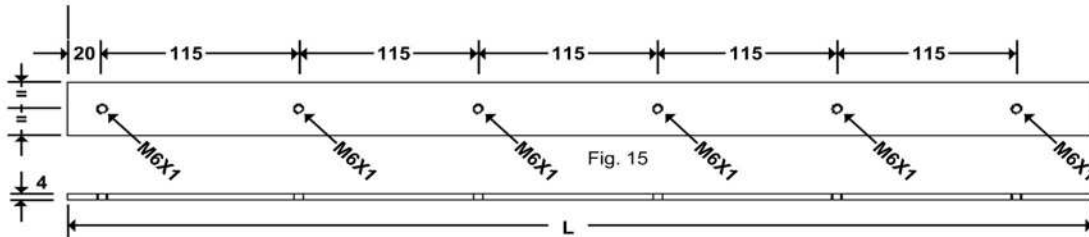

Fig. 15
- Predisponga un plato de acero de espesor mínimo 4 mm, longitud equivalente a $L = \text{ancho de la hoja} - (2 \times 50)$, ancho adecuado al perfil inferior ARIETE y travesaño superior **B**. Perfore y efectúe el roscado del plato siguiendo las indicaciones en toda la longitud (Fig. 15).